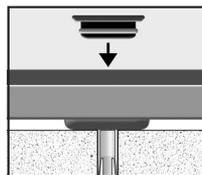

Figura 8
8. Vuelva a colocar la tapa del orificio de instalación y presione firmemente en su lugar (Figura 8).